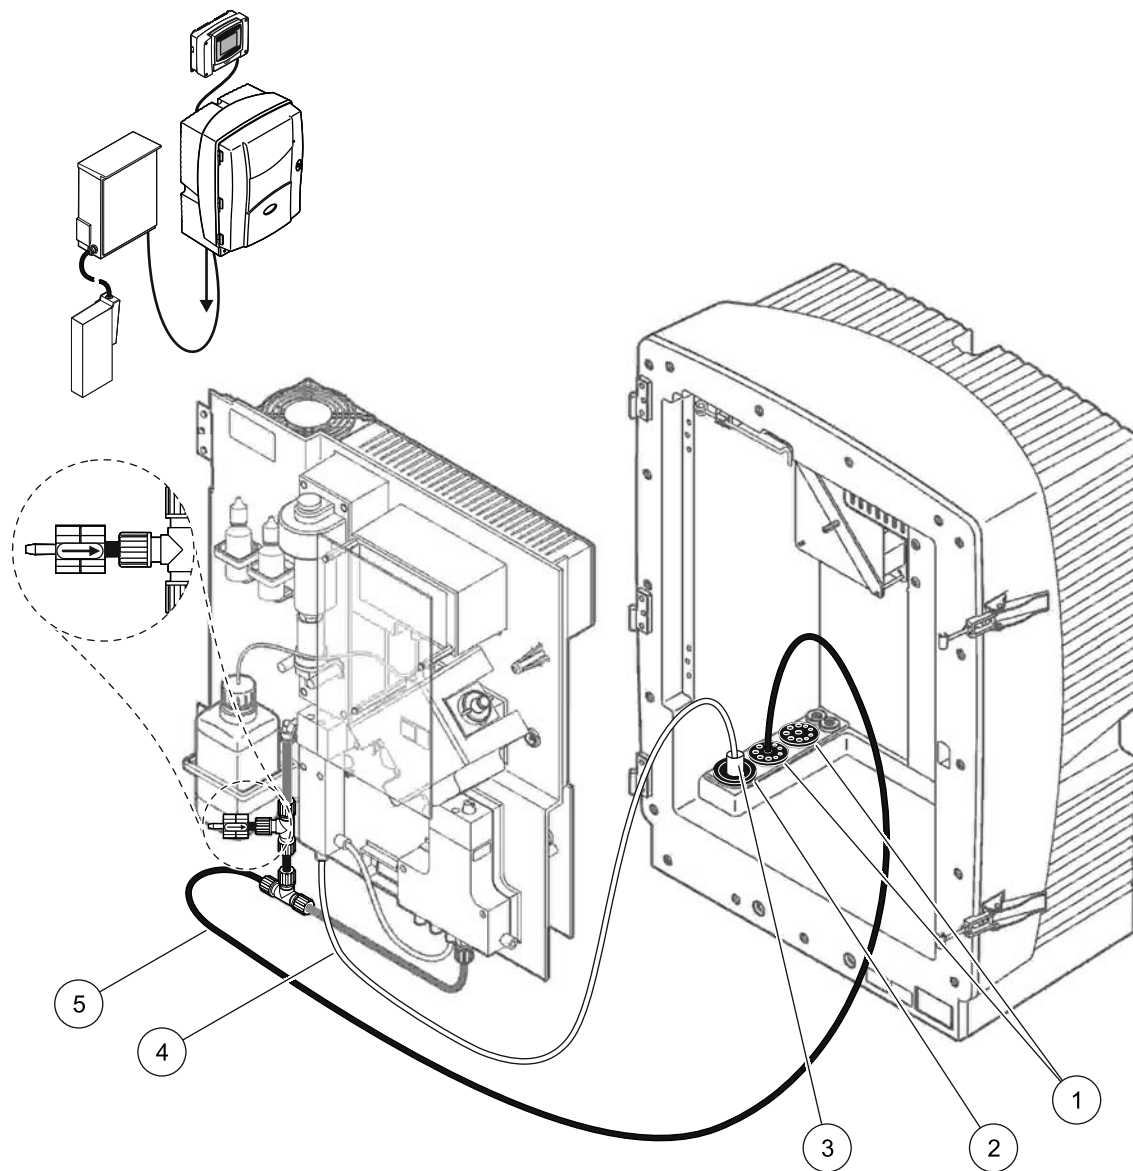

Рисунок 36 Монтаж версии 8а
Для версии 8а смотрите Рисунок 36 и следующие инструкции:
2. Проведите шланг с подогревом из FILTRAX через отверстие в анализаторе (Рисунок 36, позиция 3). Для фиксации используйте уплотняющую заглушку #1.